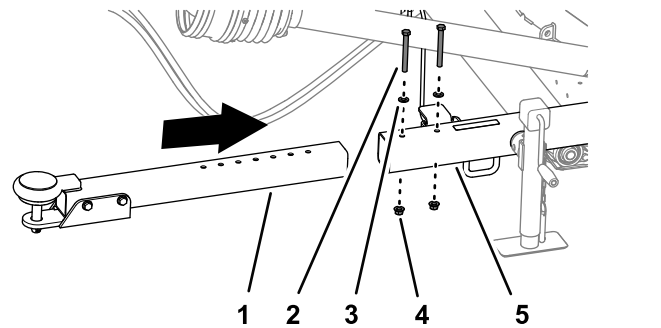

Figure 6
1. Retirez les 2 contre-écrous à embase, les 2 vis d'assemblage et les 2 rondelles qui fixent le tube d'attelage au tube récepteur (Figure 6).